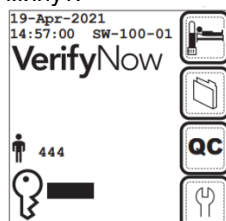

Рисунок 45: Главное меню
3. Введите идентификатор оператора и пароль, если это необходимо. С помощью сканера штрих-кода или клавиатуры введите идентификатор оператора в ответ на запрос **идентификатора оператора** (I). Нажмите клавишу **TAB** (Tab), чтобы перейти к запросу «**Пароль**» (?) для ввода пароля. Нажмите кнопку **(Далее)**, чтобы перейти в **главное меню** (рис. 45 (стр. 42)). Перед использованием прибору следует дать прогреться в течение как минимум 15 минут.